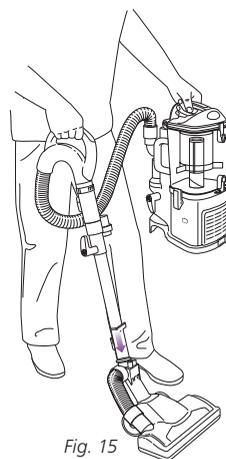

Fig. 15
- 2 Fixez l'un ou l'autre des embouts pour plancher à l'extrémité du tube d'extension. (Fig. 15)